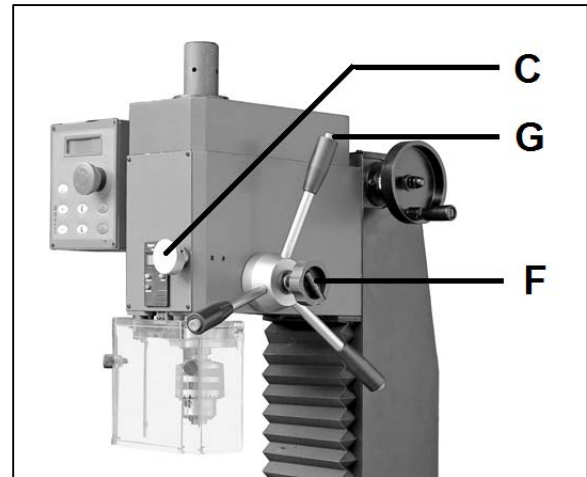

Abb. 8-2: Aktivieren des Handrads für Feinjustierung
Zum Aktivieren des Handrads für Feinjustierung (C, Abb. 8-2) den Aktivierungsknauf (F) festziehen.
Zum Umkehren der Spindeldrehrichtung die Gewindebohr-Steuertasten an den Abwärtsvorschub-Handrädern drücken (G, Abb. 8-2).